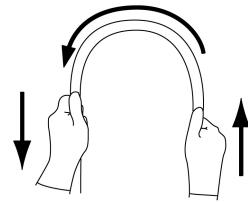

図1
- 挿入部を両手で持ち、全長にわたって図1に示すように順次半円の頂点をずらすように曲げたときに、適切な軟らかさを有しており、軟らかさが不連続になっているなどの異常がないこと。